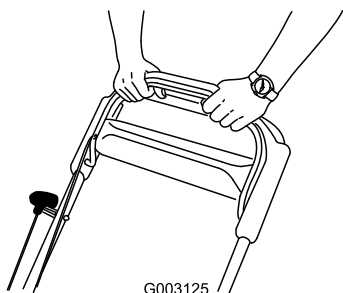

Bild 19
3. Drücken Sie den Schaltbügel gegen den Holm (Bild 19).